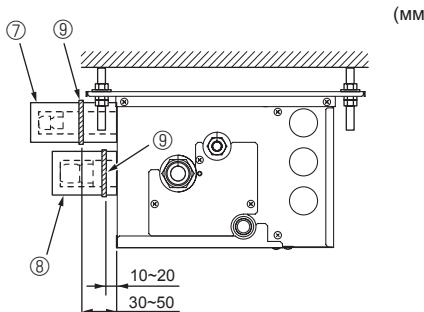

Fig. 7-5
► Выполните следующие процедуры, относящиеся к деталям ответвительной коробки, которые не подключены к внутреннему прибору. (Fig. 7-5)
(1) Для предотвращения утечек хладагента, убедитесь в том, что конусные гайки затянуты в соответствии со значениями крутящего момента\*, указанными в Таблице 3.